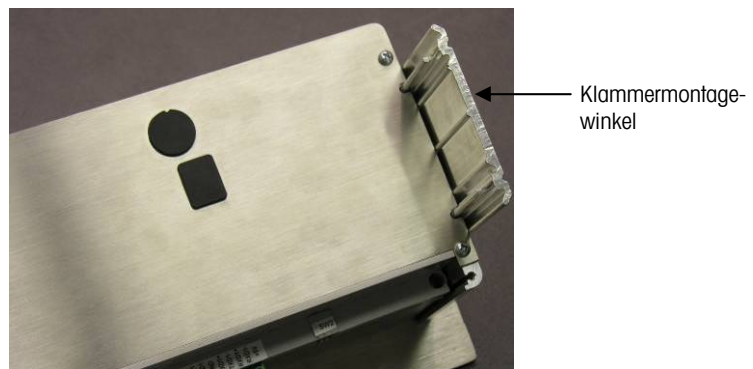

Abb. 2-3: Klammermontagewinkel
1. Die vier Sechskantschrauben, mit denen die Klammermontagewinkel an der Seite des Gehäuses befestigt sind, lösen und ausbauen (siehe Abb. 2-3). Dazu den 2-mm-Innensechskantschlüssel verwenden, der im Lieferumfang des Terminals enthalten war.